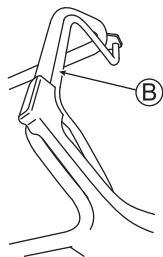

Fig. 18
4 Empurre a alavanca da embreagem de acionamento (B) para frente para começar a cortar. (Veja a fig. 18)